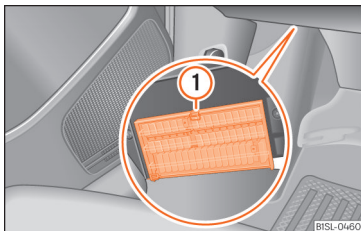

Abb. 83 Auf der Fahrerseite unter der Instrumententafel: Abdeckung des Sicherungskastens.
- **Öffnen:** Verriegelungshebel »» **Abb. 83** ① drücken, bis sich die Abdeckung öffnen lässt. Abdeckung nach unten aufklappen.
- **Schließen:** Abdeckung entgegen der Pfeilrichtung nach oben klappen, bis diese hörbar in den Verriegelungshebel ① einrastet.